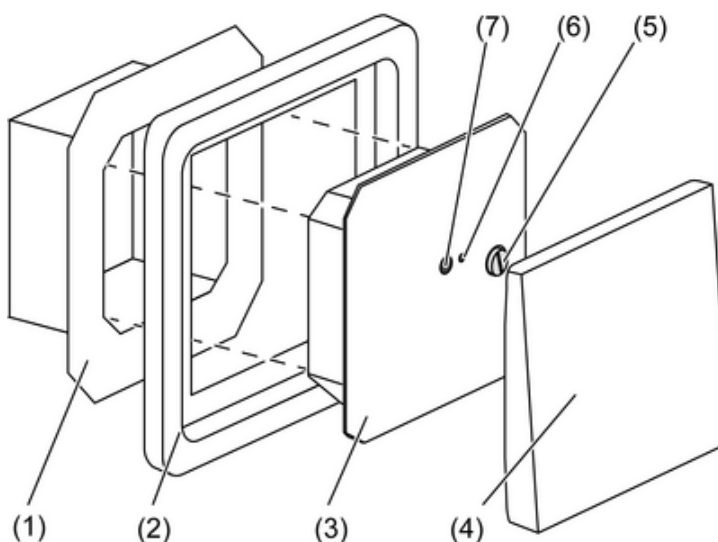
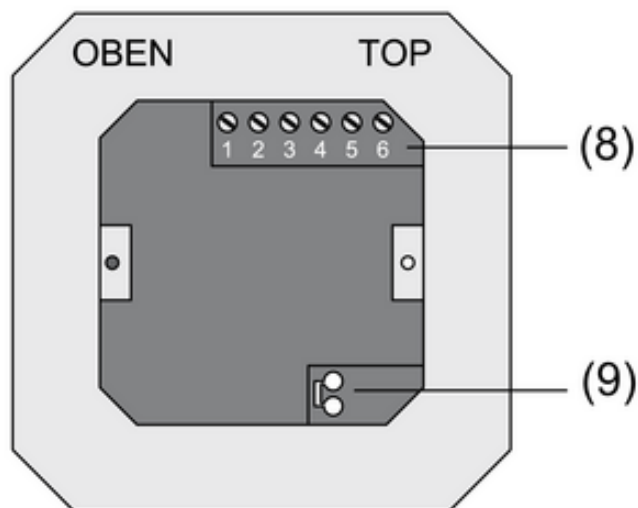
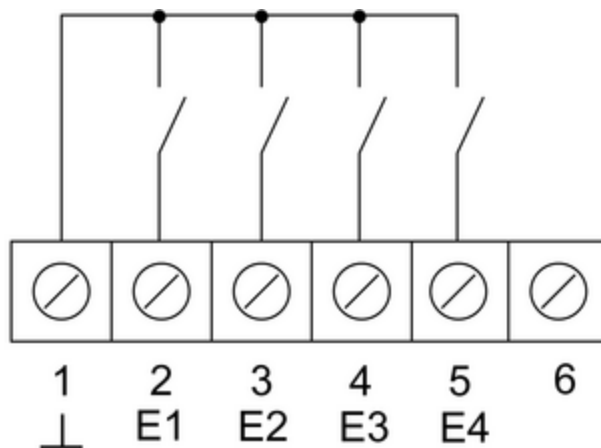
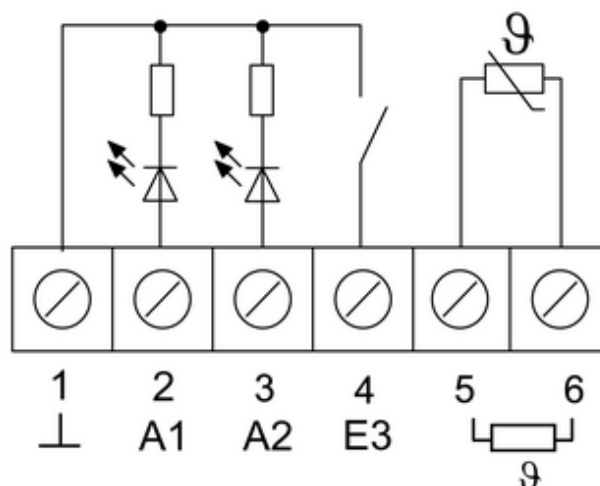

Рисунок 1
Рисунок 2
Рисунок 3
Рисунок 4
- Клеммный блок (1) и электронную насадку (3) отсоединить друг от друга (рисунок 1).
- Провод шины подсоединить к соединительной клемме (9) в клеммном блоке (рисунок 2).
- Бинарные входы **E1...E4**: подсоединить замыкающие контакты или размыкатели для переключателей и кнопок к клеммам **1** и **2...5**(рисунок 3) клеммной колодки (8) (рисунок 2).
- Бинарные выходы **A1...A2**: подсоединить светодиод или электронное реле к клеммам **1** и **2, 3** (рисунок 4) клеммной колодки (8) (рисунок 2).
- Подсоединить внешний датчик температуры к клеммам **5** и **6** (рисунок 4) клеммной колодки (8) (рисунок 2).
- Установить клеммный блок (1) (рисунок 1) в монтажную коробку для скрытого монтажа. Обратите внимание на надпись **OBEN / TOP**. Подключение к шине (9) (рисунок 2) должно располагаться внизу справа.
- Установить декоративную рамку (2) на клеммный блок (1) (рисунок 1).
- Снять крышку (4) (рисунок 1).
- Правильно установить электронную насадку в клеммный блок (рисунок 1).
- Закрепить электронную насадку стопорным винтом (5) (рисунок 1).
- Установить крышку (4) на место (рисунок 1).
- Нажать кнопку программирования (7) (рисунок 1). Светодиод программирования (6) загорится (рисунок 1).
- Присвойте физический адрес. Светодиод программирования (6) погаснет (рисунок 1).